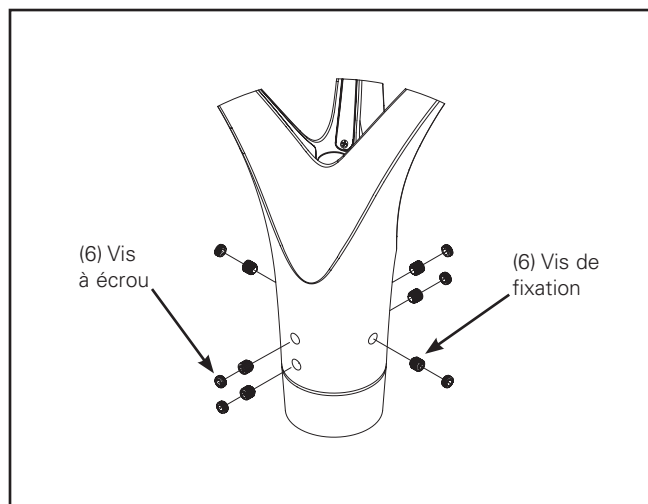

Figure 4.
6. Installez six vis d'ajustement de 3/8-24po x 9,52cm (0,375po) et serrez-les selon un couple de 18,01N-m (160po-lb). (Figure 4.)
- Installez six vis à écrou de 3/8-24po x 4,76mm (0,1875po) et serrez-les selon un couple de 18,01N-m (160po-lb). (Figure 4.)